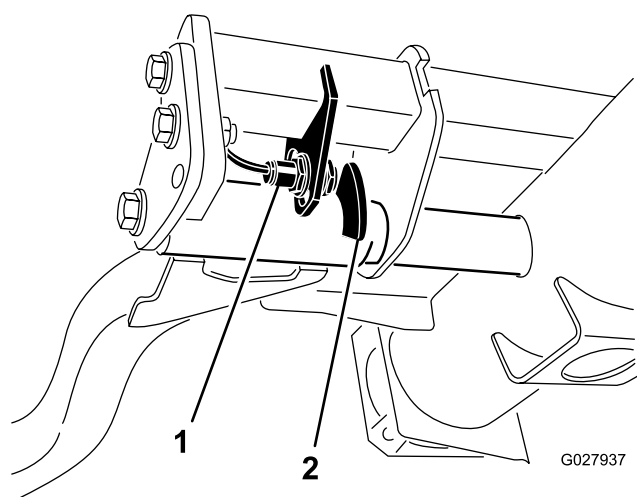

Figura 67
2. El interruptor del brazo de elevación está situado debajo del depósito de aceite hidráulico y detrás del brazo de elevación delantero derecho (Figura 67).
3. Afloje los tornillos de montaje del interruptor y desplace el interruptor hacia abajo para aumentar la altura de giro del brazo de elevación, o hacia arriba para reducir la altura de giro del brazo de elevación (Figura 67).